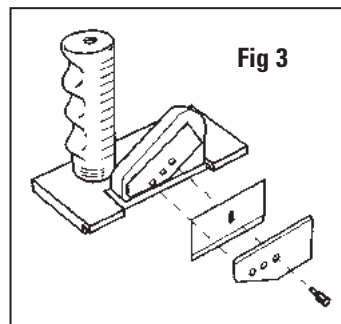

Fig 3
1. Retirez la vis de la lame et la plaque de couverture de la lame du support de lame. Placez une lame n° 270, le bord tranchant vers le bas, dans la fente du support de lame et alignez le trou de la lame avec le réglage de hauteur souhaité. Remettez en place la plaque de couverture de la lame et la vis de la lame. **Fig 3**
1. Quite el Tornillo de la Cuchilla y la Cubierta de la Cuchilla del Sujetador de la Cuchilla. Coloque una cuchilla #270, borde afilado abajo, en la ranura del Sujetador de la Cuchilla y alinee el orificio en la cuchilla con el ajuste deseado de profundidad. Reemplace la Cubierta de la Cuchilla y el Tornillo de la Cuchilla. **Fig. 3**
1. Entfernen Sie die Klingenschraube und den Klingenschutz aus dem Klingenhalter. Legen Sie eine #270 Klinge mit der scharfen Kante nach unten in den Schlitz auf dem Klingenhalter ein und richten Sie das Loch in der Klinge mit der gewünschten Tiefeneinstellung aus. Bringen Sie den Klingenschutz und die Klingenschraube wieder an. **Abb. 3**
1. Rimuovere la vite della lama e il copilama dal portalama. Inserire una lama #270, con il bordo affilato rivolto verso il basso, nella fessura del portalama e allineare il foro della lama con la regolazione della profondità desiderata. Sostituire il portalama e la vite della lama. **Fig. 3**
4. Placez le passe-partout, le côté coloré vers le bas, sous le rail de guidage et contre le guide de passe-partout. **Fig. 3**
4. Legen Sie das Passepartout mit der farbigen Seite nach unten unter die Führungsschiene, an die Passepartout-Führung. **Abb. 3**
4. Ponga el lado de color de la lámina perimétrica abajo debajo del Carril Guía, contra la Guía de la Lámina Perimétrica. **Fig. 3**
4. Posizionare il lato colorato del passepartout sotto la rotaia di guida, contro la guida del passepartout. **Fig. 3**